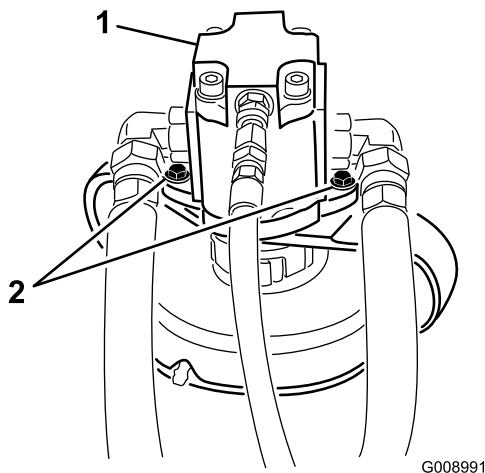

Bild 6
4. Entfernen Sie die Schrauben, mit denen der Hydraulikmotor am Mähwerk befestigt ist (Bild 6). Heben Sie den Motor vom Mähwerk ab und legen Sie ihn vom Mähwerk entfernt ab.
8. Befestigen Sie den Hydraulikmotor mit den vorher entfernten Schrauben am Mähwerk (Bild 6).